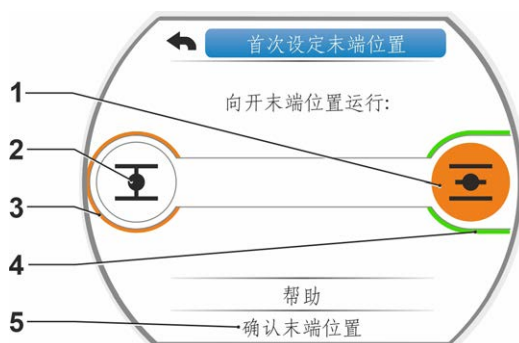

图4：操作执行机构使之运行至开末端位置
显示画面将会切换到设定末端位置界面，此时您需要按照下面的方法操作执行机构使之运行到开末端位置（如图4所示）。执行器会自动选择到开末端位置的图标上：末端位置图标的背景色将变成橙色（如图4中1所示）。如果需要向相反方向操作执行机构，旋转操作按钮把橙色光标选择到关末端位置的图标上（如图4中2所示）。
- 关方向末端位置=力矩关断（如图4中3所示）
- 开方向末端位置=行程关断（如图4中4所示）